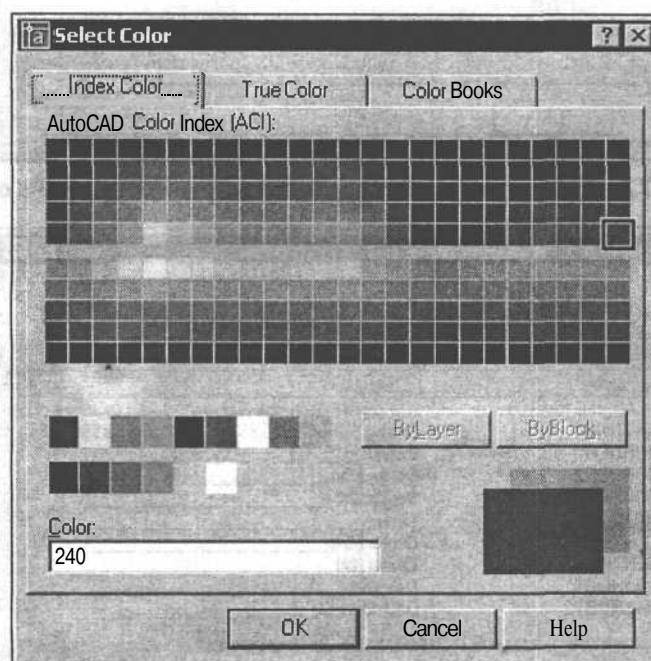

Рис. 7.4. Диалоговое окно установки цветов объектов на слое
- Щелкните мышью на пересечении столбца **Color** (Цвет) таблицы правого поля и строки созданного слоя. Появится диалоговое окно **Select Color** (Выбор цвета) (рис. 7.4). Выберите цвет объектов на слое и щелкните мышью на кнопке OK.